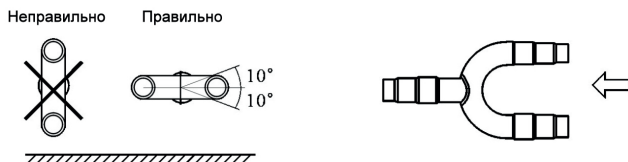

Рисунок 9.6.6
9.6.3.3 Разветвители должны располагаться горизонтально с угловой погрешностью не более 10° . Неправильный монтаж, как показано на рис. 9.6.6, может привести к нарушениям работы системы.